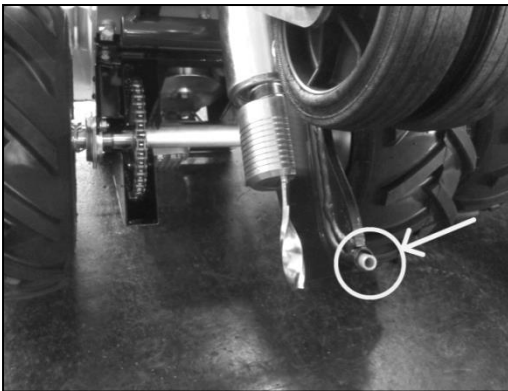

図 2
- ケーブルガイド（フィード）から境界ワイヤーを出す穴が破損していないことを確認します（図 2）。特に、ケーブルガイド内のフレキシブルチューブの完全性を確認してください。損傷がある場合は、交換する必要があります。また、ケーブルガイドの穴の輪郭に沿って切れ目がないこと、端が鋭くなっていないこと、端がギザギザになっていないことを確認してください。損傷がある場合は、ケーブルガイドを交換します。